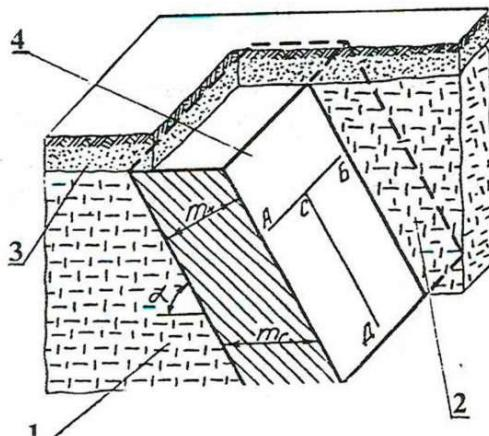

Рис. 1.28
**20.** Каким горно-техническим термином обозначается участок, изображенный на рис.1.28 цифровой 1?